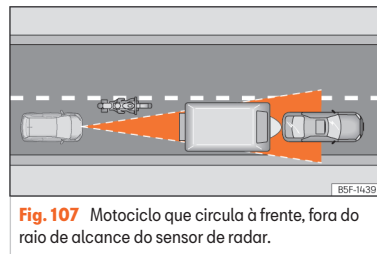

Fig. 107 Motociclo que circula à frente, fora do raio de alcance do sensor de radar.
- Veículos que circulem desalinhados ou fora da zona de deteção do sensor, por exemplo, motociclos >>> **Fig. 107.**